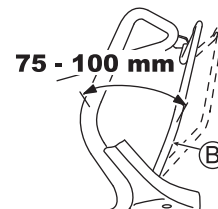

Afb. 31
Stel deze zo in dat het mes gaat draaien als de afstand tussen de meshendel (C) en het handvat 50 - 75 mm is, met de gele knop ingedrukt, zoals in afb. 31.